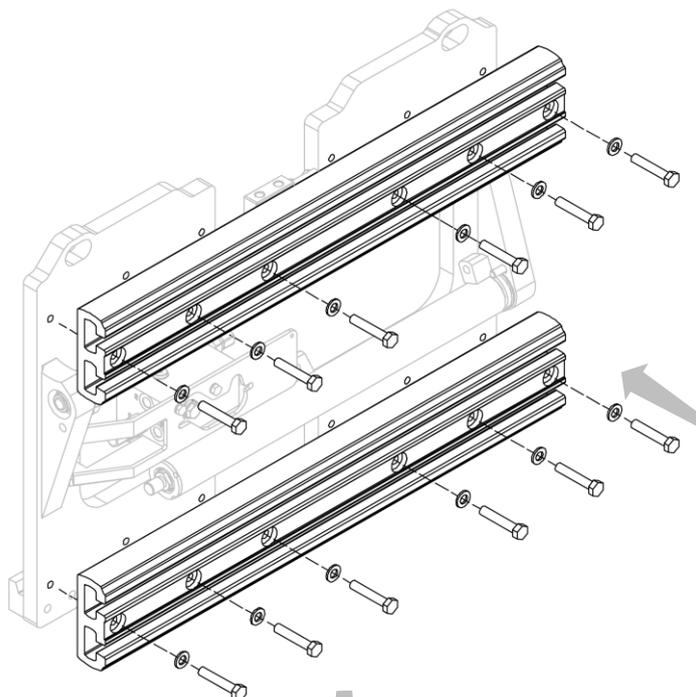
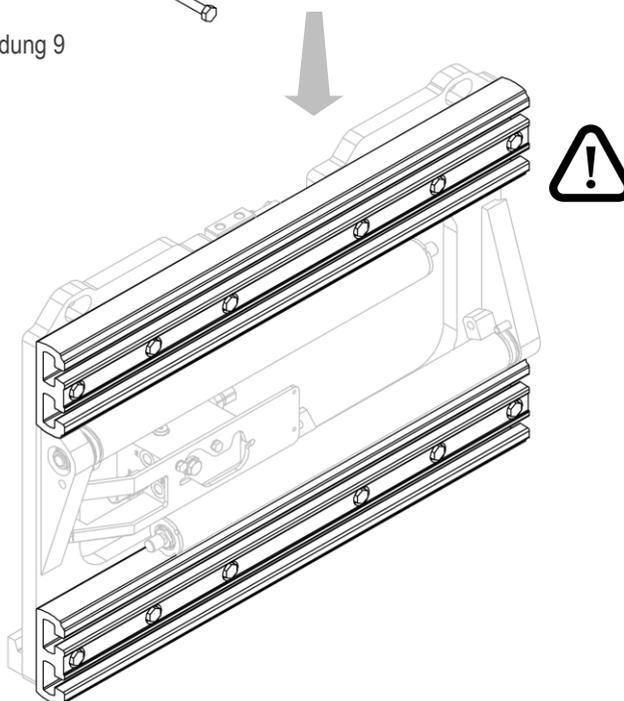

Abbildung 9
Abbildung 10
2. Bauen Sie nacheinander die Aluminiumprofile mittels der entsprechenden Schrauben ein (siehe *Abbildung 9* und *Abbildung 10*).